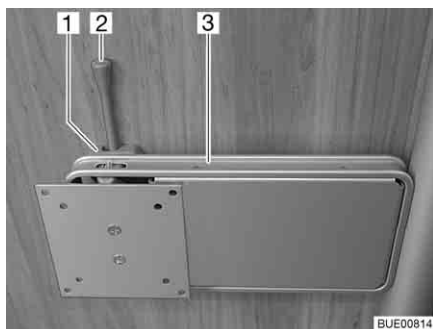

Bild 66 Fäste på pelare
- Tryck låsspaken (Bild 66,2) åt sidan och sväng fästet (Bild 66,3) med den platta bildskärmen till önskat läge.
- Vrid tillbaka den platta bildskärmen tills fästet (Bild 66,3) hakar fast i låset (Bild 66,1).